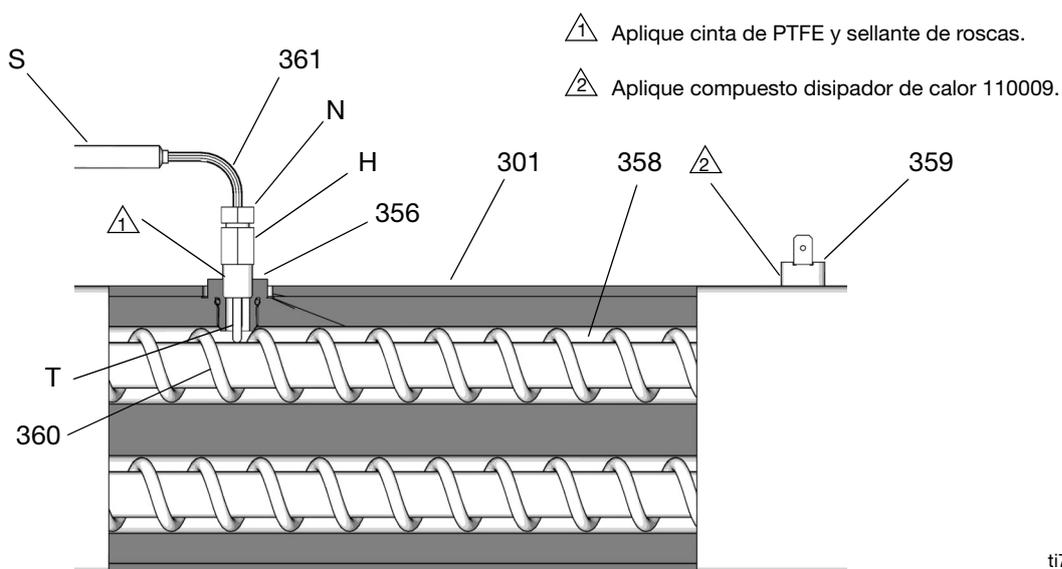

FIG. 8. Termopar
7. Consulte la FIG. 8. Afloje la tuerca del casquillo (N). Retire el termopar (361) del alojamiento del calentador (351), y después desmonte el alojamiento del termopar (H). No retire el adaptador del termopar (356) a menos que sea necesario. Si fuera necesario desmontar el adaptador, compruebe que el mezclador (360) no interfiere con las operaciones de montaje.
8. Sustituya el termopar, FIG. 8.
- a. Retire la cinta de protección de la punta del termopar (T).
- b. Aplique cinta PTFE y sellador de roscas a las roscas macho y apriete el alojamiento del sensor (H) en el tubo (356).
- c. Empuje el sensor (361) de forma que su punta (T) toque el elemento calentador (358).
- d. Sujetando el termopar (T) contra el elemento calentador, apriete a tope la tuerca del casquillo (N) y después dé 1/4 de vuelta más.
9. Tienda el cable (S) al interior del armario y forme un haz como antes. Vuelva a conectar los cables a la tarjeta de circuito impreso.
11. Encienda simultáneamente los calentadores A y B para probarlos. Las temperaturas deben subir a la misma velocidad. Si un calentador está bajo, afloje la tuerca de la tapa de contacto (N) y apriete el alojamiento del sensor (H) para asegurarse de que la punta del sensor (T) toque el elemento calentador (358).
5. Desconecte un cable del interruptor de sobret temperatura (359), FIG. 8, página 33. Pruebe el interruptor con un ohmímetro. La resistencia debe ser de aproximadamente 0 ohmios.
6. Si la prueba del interruptor falla, retire los cables y los tornillos. Deseche el interruptor averiado. Aplique compuesto térmico 110009, instale un nuevo interruptor en la misma posición en el alojamiento (351), y sujételo con los tornillos (311). Vuelva a conectar los cables.